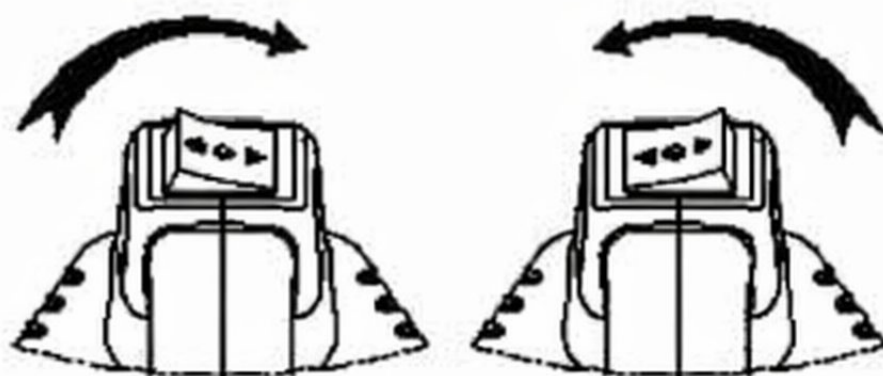

Figura 2
4. Comutați la direcția corectă pentru slăbire sau strângere (consultați Figura 2).